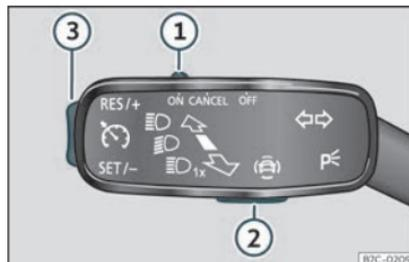

Fig. 157 Sur le levier des clignotants : des touches permettent d'actionner le limiteur de vitesse.
Pour basculer entre les systèmes d'assistance à la conduite, appuyez sur la touche  >>> **fig. 157** ②, puis sélectionnez à l'aide de la molette de droite du volant multifonction dans le menu du combiné d'instruments et appuyez sur la molette pour confirmer.
- Déplacez la commande»» fig. 157 ① sur la position ON et appuyez sur la touche ②.
- En cours de route, appuyez sur la touche >>> **fig. 157** ③ dans la zone **SET/-**.
Il est possible de régler la vitesse avec la touche >>> **fig. 157** ③ :
- Déplacez la commande >>> **fig. 157** ① sur la position **OFF**.
Si vous souhaitez désactiver temporairement le limiteur de vitesse, par exemple pour dépasser, déplacez la commande >>> **fig. 157** ① sur la position **CANCEL** ou appuyez sur la touche ②.
Une fois le dépassement effectué, le limiteur de vitesse peut être activé avec la vitesse réglée précédemment en appuyant sur la touche >>> **fig. 157** ③ dans la zone **RES/+**.